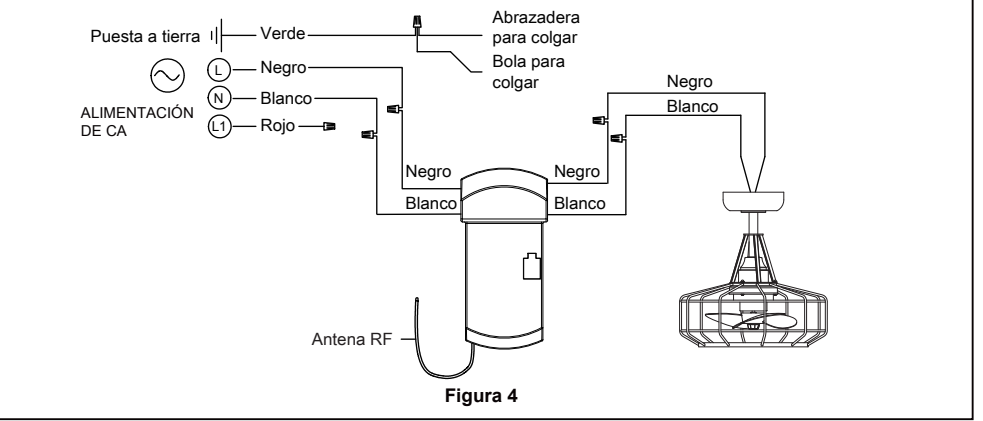

Figura 4
3. Conecte los conductores verdes de la abrazadera para colgar, bola para colgar y conductor verde del suministro (puesta a tierra) con el conector de cables. Conecte el conductor negro de la unidad receptora marcado "AC IN L" al conductor negro de alimentación con el conector de cables. Conecte el conductor blanco de la unidad receptora marcado "AC IN N" al conductor blanco de alimentación con el conector de cables. Conecte el conductor blanco de la unidad receptora marcado "TO MOTOR N" al conductor blanco del ventilador con el conector de cables incluido con la unidad receptora. Conecte el conductor negro de la unidad receptora marcado "TO MOTOR L" al conductor negro del ventilador con el conector de cables que se adjunta con la unidad receptora. Encierre de forma segura el cable de alimentación rojo con el conector de cables. (Figura 4)